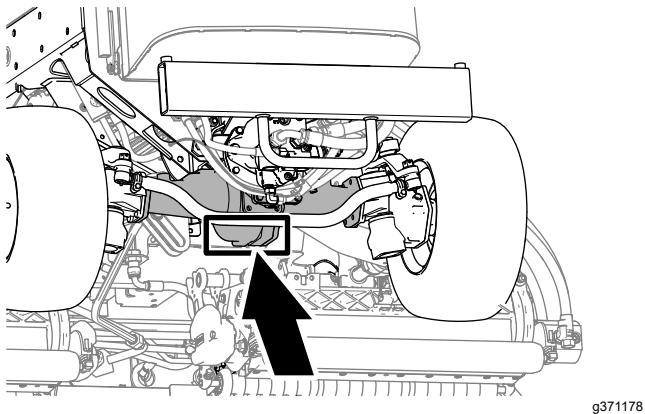

Figura 55
- Parte trasera de la máquina: en el centro del eje (Figura 55)